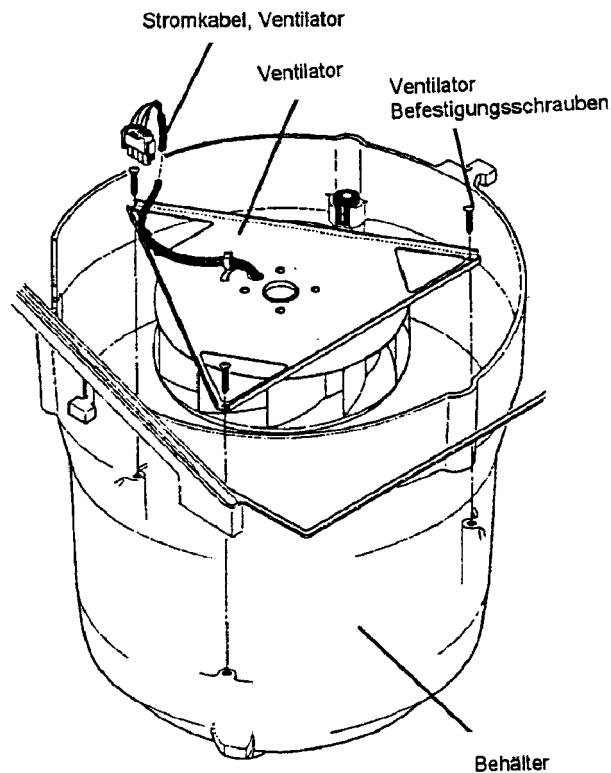

Bild 14 Luftführungsgehäuse mit Ventilator
- Entfernen der 3 Schrauben vom Luftführungsbehälter (Bild 14)